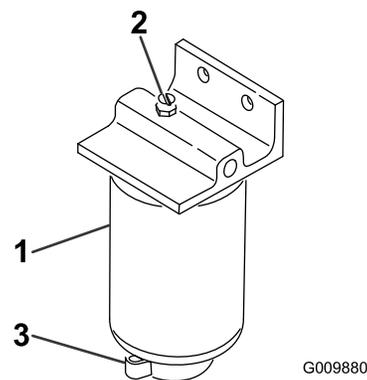

図 46
2. フィルタ容器（図 46）下部のドレン・プラグをゆるめて水や異物を流し出す。
1. フィルタ容器（図 46）の周辺をウェスできれいにぬぐう。